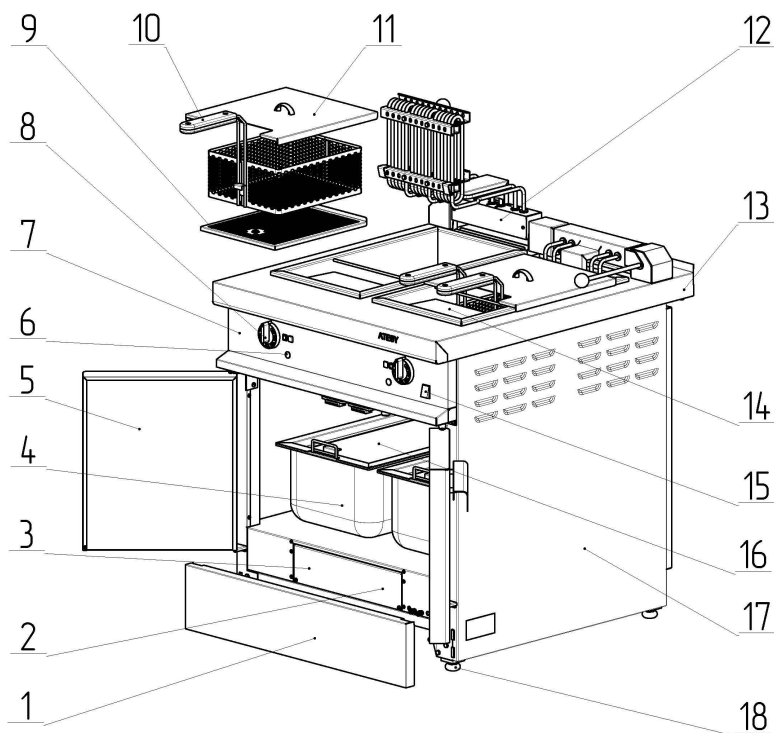

Рис. 1
4.1. Общий вид фритюрницы приведен на рис. 1 .
Подключение Электрической фритюрницы кухонной линии «Традиция-2008» производить к пяти контактной колодке, расположенной справа внизу (см. Рис. 1, поз.2), от трехфазной сети с нулевой точкой и с заземлением.